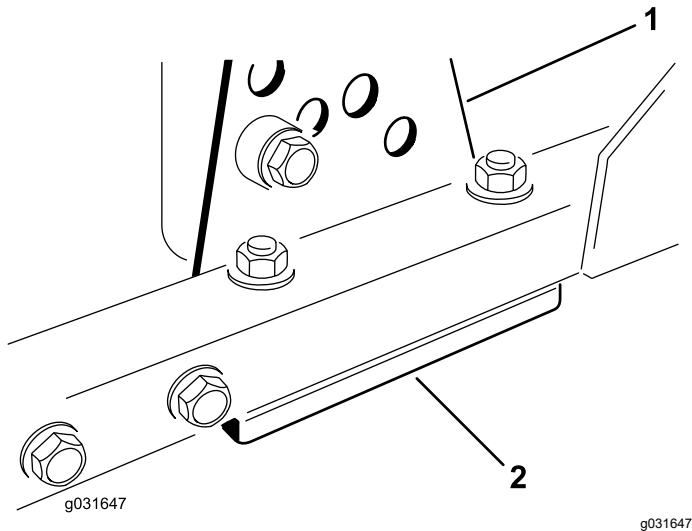

Figura 71
1. Retire el soporte de altura de corte (delantero, izquierdo o derecho) del bastidor de la unidad de corte (Figura 71).
2. Coloque suplementos de 1.5 mm (0.06") y/o 0.7 mm (0.03") entre el bastidor de la unidad de corte y el soporte hasta lograr la altura de corte deseada (Figura 71).
3. Instale el soporte de altura de corte en el bastidor de la unidad de corte con los suplementos restantes colocados debajo del soporte de altura de corte (Figura 71).